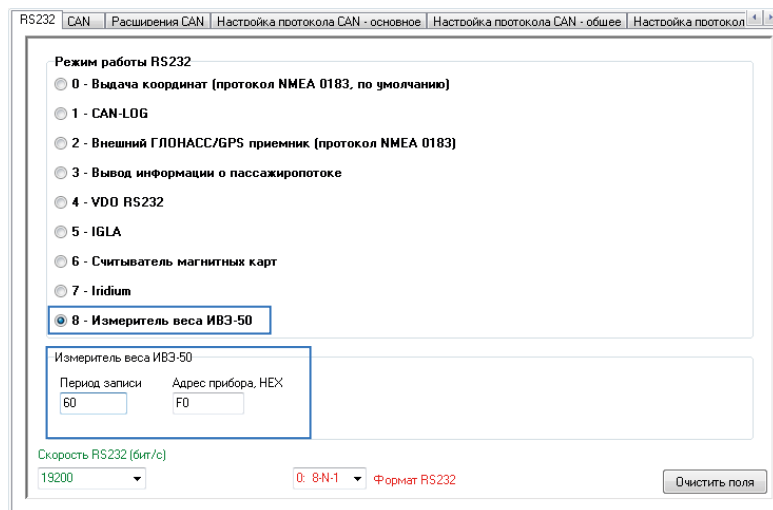

Рис.47. Настройка адреса измерителя веса и периода записи данных.
- **8 – Измеритель веса ИВЭ-50** – прибор настроен на работу с электронным измерителем веса ИВЭ-50. Данная настройка требует также дополнительной установки адреса подключаемого измерителя и периода записи данных с этого прибора (Рис.47). Адрес должен быть задан в формате HEX. Период записи должен быть задан в секундах.